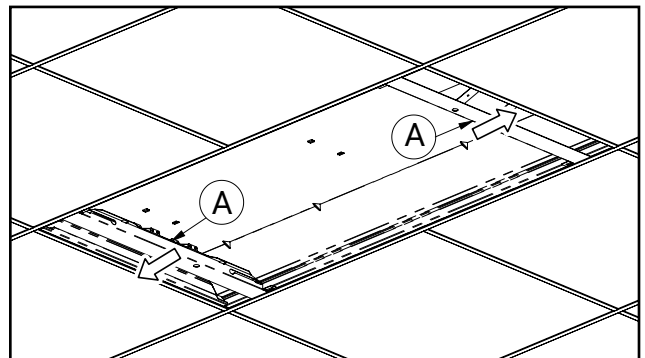

Figure 6.
6. Glissez les rails d'ancrage (A) aussi loin que possible vers l'extérieur (fig. 6).